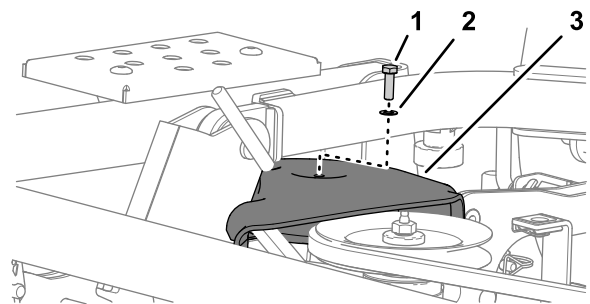

Figura 117
2. Retire el perno y la arandela que sujetan la cubierta de la polea a la carcasa de corte (Figura 117).
1. Alinee la cubierta de la polea sobre la polea situada más a la derecha; consulte la Figura 117 en Retirada de la cubierta de la polea (página 78).